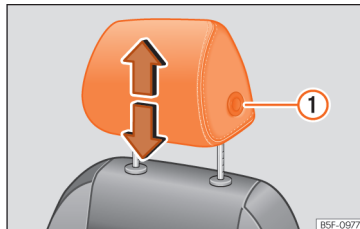
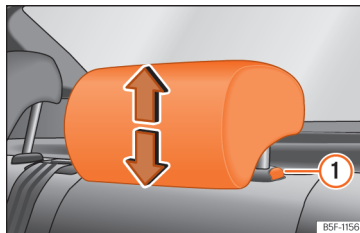

Рис. 75 Регулювання переднього підголівника.
Рис. 76 Регулювання заднього підголівника.
- Візьміться за підголівник обома руками й потягніть угору в бажане положення до клацання. Щоб опустити підголівник, натисніть бокову кнопку ① >>> **рис. 75**, >>> **рис. 76** і опустіть підголівник як треба.